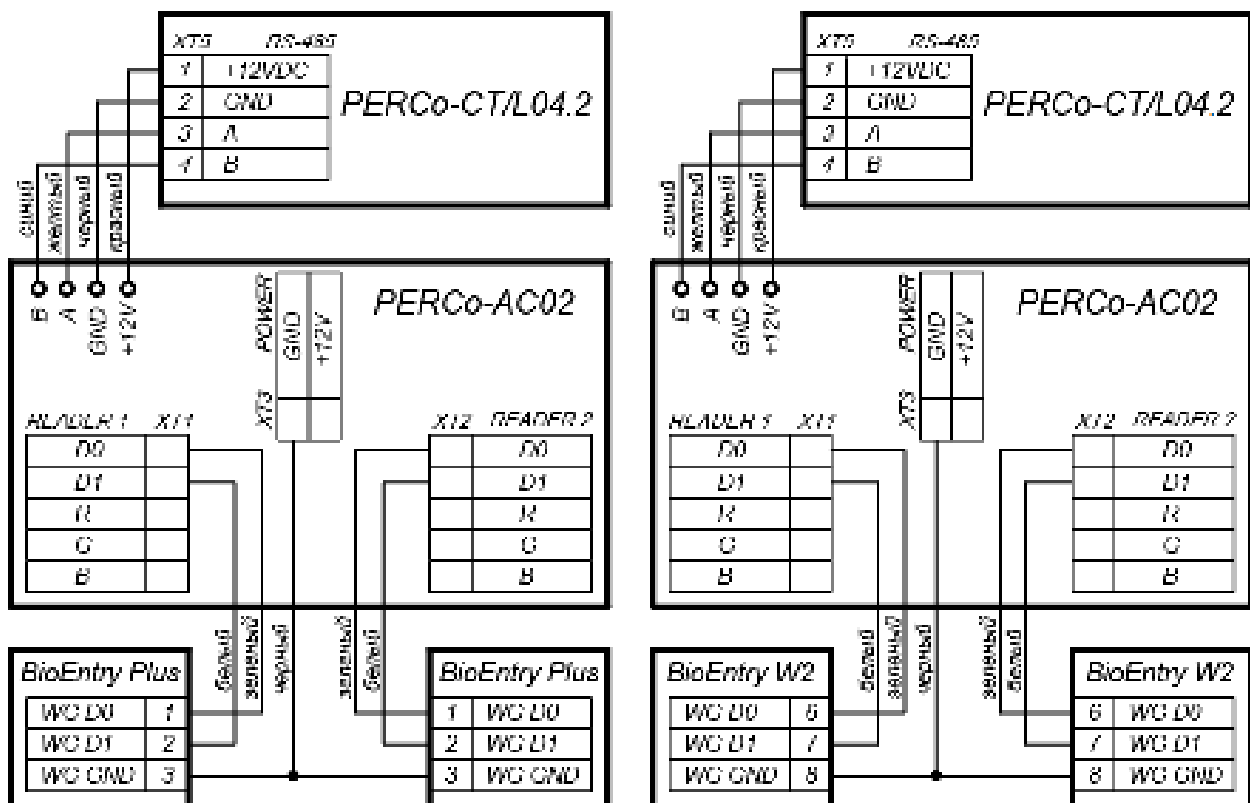

Рисунок 21. Схемы подключения контроллеров *Suprema* к контроллеру **PERCo-CT/L04.2** через конвертер интерфейса **PERCo-AC02**
3. Подключите цепи питания контроллера и при необходимости управляемого им ИУ к разъему **Con3** сплиттера. Схема подключения приведена на рис. 21 (штекер для подключения к разъему входит в комплект поставки сплиттера).